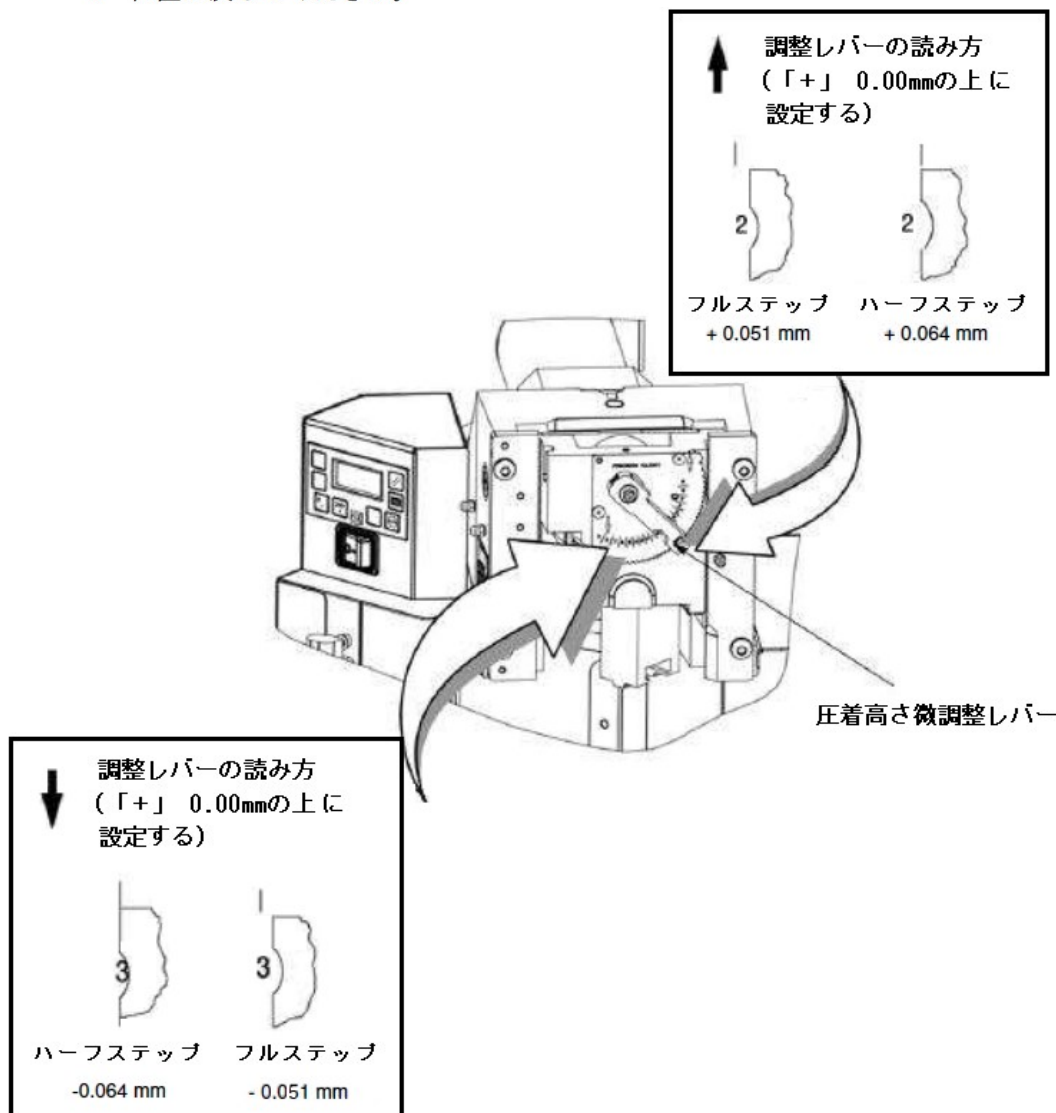

図 12
4. マニュアル調整レバーを動かして、圧着高さを調整してください。(図 12 参照)